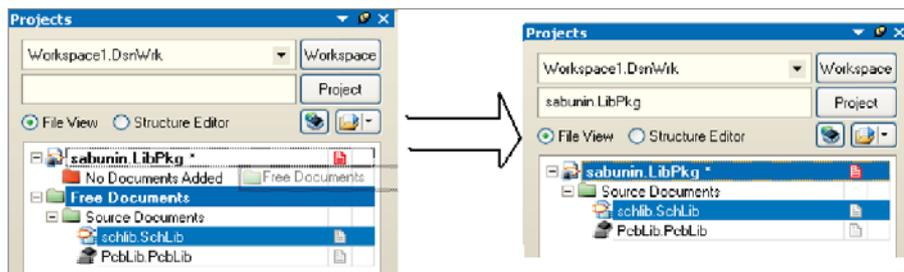

Рис. 16. Создание интегрированной библиотеки
*> New>Project>Integrated Library*, после чего в структуре панели *Project* добавится новый документ, который необходимо сохранить, нажав на нём правой кнопкой мыши и выполнив команду *Save Project*. Теперь необходимо добавить в структуру созданного проекта ранее созданные библиотеки путём их перемещения в дерево панели *Project* (см. рис. 16).